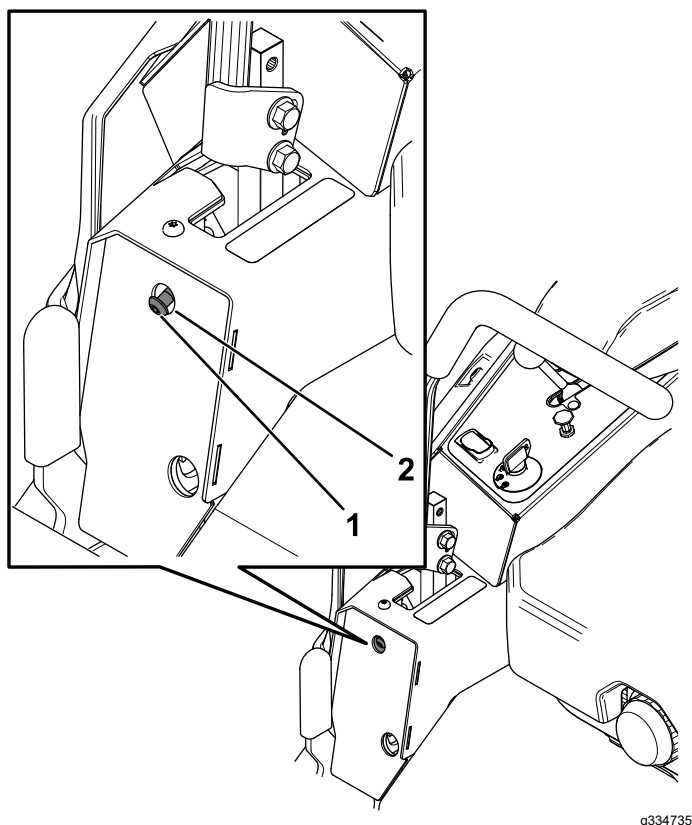

Figura 55
6. Se a máquina vira para a direita, insira uma chave sextavada de 3/16 pol. através do furo de acesso no painel da cobertura de acesso frontal esquerdo e rode o parafuso de alinhamento no sentido dos ponteiros do relógio ou sentido contrário para ajustar o desvio da alavanca (**Figura 55**).
7. Se a máquina vira para a esquerda, insira uma chave sextavada de 3/16 pol. através do furo de acesso no painel da cobertura de acesso frontal direito e rode o parafuso de alinhamento no sentido dos ponteiros do relógio ou sentido contrário para ajustar o desvio da alavanca (**Figura 55**).